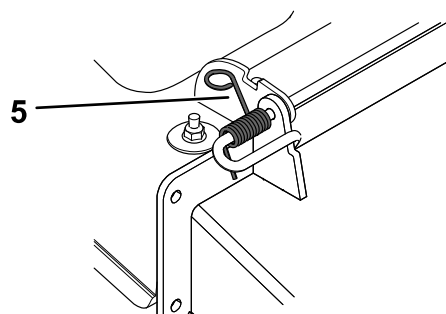

Figura 78
1. Îndepărtai cuiul spintecat din capătul tijei (Figura 78).
2. Decuplai arcul din canelura suportului pentru deflector i glisai tija în afara suporturilor sudate pentru punte, în afara arcului i a deflectorului de evacuare (Figura 78).
9. Montai cuiul spintecat în capătul tijei (Figura 78).